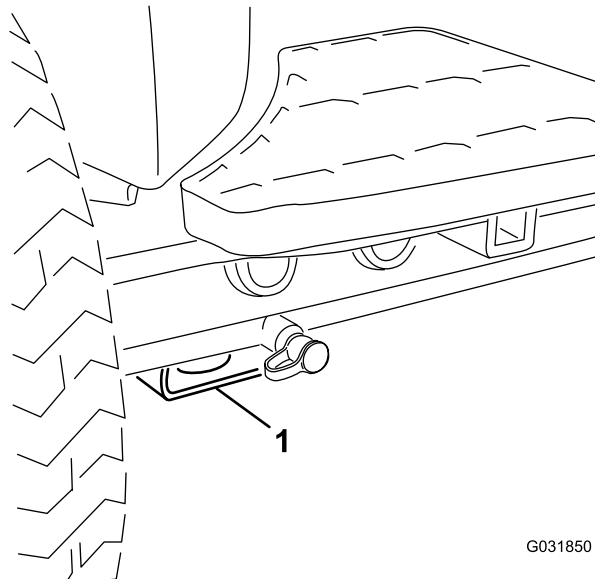

Figura 40
- Anteriore – supporto rettangolare, sotto il tubo dell'assale, all'interno delle ruote anteriori (Figura 40).